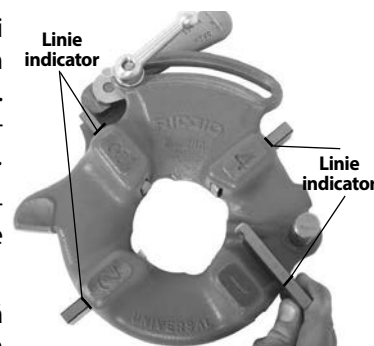

Figura 8 – Inserare fișiere
4. Ridicați limba șaibei afară din fanta din bara de dimensiuni. Mișcați piulița la capătul fantei (Figura 8).
6. Inserați cuțite-filieră corespunzătoare în capul-filieră, cu marginea numerotată în sus, până când linia indicatorului este la nivel cu muchia capului (vezi Figura 8). Numerele de pe cuțitele-filieră trebuie să corespundă cu cele de pe fantele capului-filieră. Întotdeauna schimbați cuțitele-filieră ca seturi – nu amestecați cuțitele-filieră din diferite seturi.